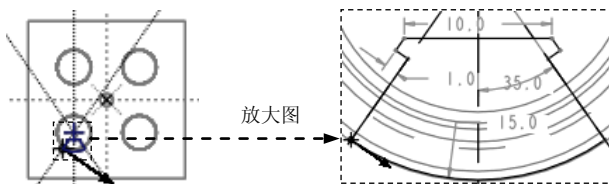

图 25.26 截面草图（一）
(2) 绘制截面第一个截面草图。进入草绘环境后，选取 MOLD_RIGHT 和 MOLD_FRONT 基准平面为参考；绘制图 25.26 所示的截面草图（一），完成此截面的绘制后，单击“草绘”操控板中的“确定”按钮